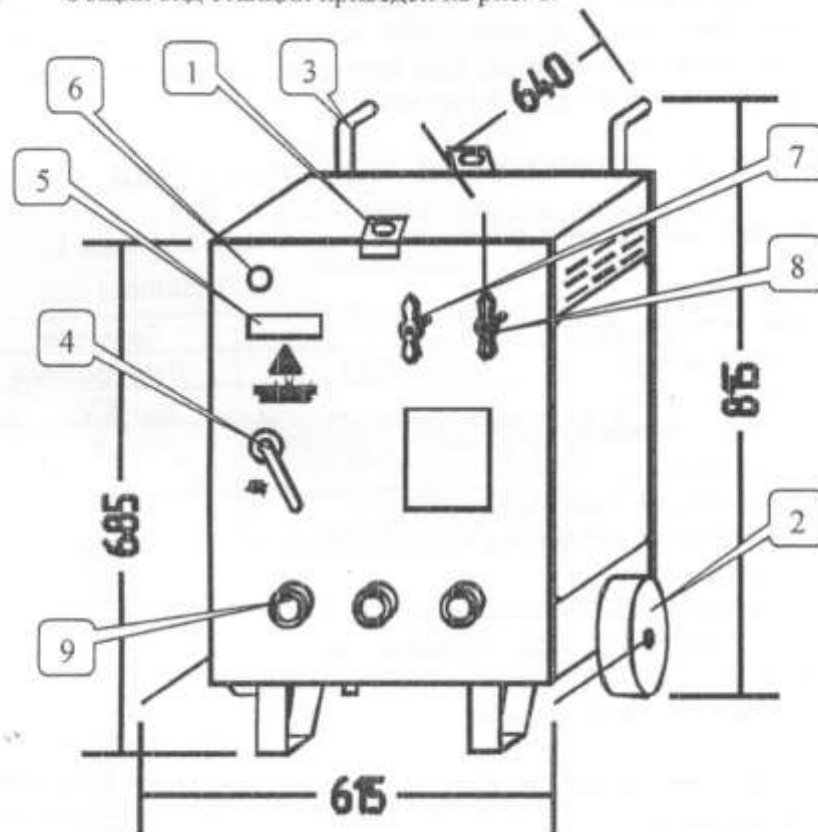

Рис. 1
4.1 Общий вид станции приведен на рис. 1.
Станция (рис.1) состоит из сухого 3-х фазного понижающего трансформатора, установленного внутри корпуса. Станция оснащена рым-скобами поз.1, колесами поз.2, ручками поз.3, 5-ти жильным сетевым кабелем поз.4, анкеровка которого осуществляется сальником. На кабеле установлен разъем, через который станцию подключают к сети и нулевому рабочему проводу, а также осуществляют заземление (зануление). **На лицевой панели размещены:** автоматический выключатель поз.5, сигнальная лампа «Сеть» поз.6, переключатели рабочих напряжений станции SA1 поз.7 и SA2 поз.8, разъемы для подключения станции к нагрузке поз. 9.
6.7. При помощи токовых клещей убедиться, что ток нагрузки в проводах, подключенных к зажимам поз.9 рис.1, не превышает 145 А в каждом проводе.